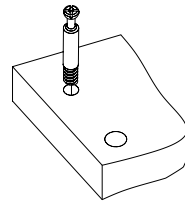
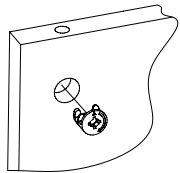

Рис.3
Рис.4
- Вкрутите шпильки минификсов в детали 1, 2, 3, 4, 5 и деталь 1 от ИЗ-540 (Рис. 3). Затем вставьте головки минификсов в детали 2, 3, 4, 5, 6, 8, 9, 10 (Рис. 4).